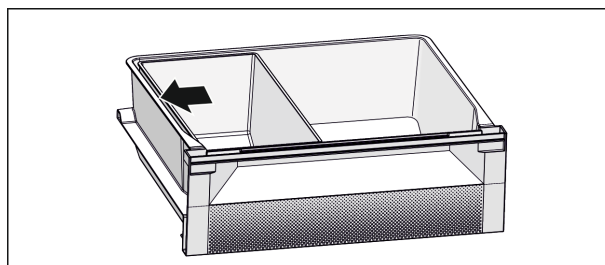

Fig. 7
- ▶ 实现最佳冷却功能: 按图放置 Fish & Seafood 存放盒 (参见 Fig. 7)。